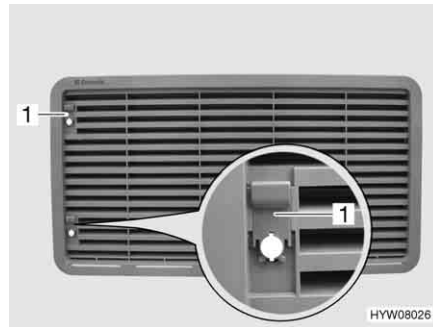

Fig. 219 Grelha de ventilação do frigorífico (com corredeira)
- Desloque para cima a corredeira (Fig. 219,1).